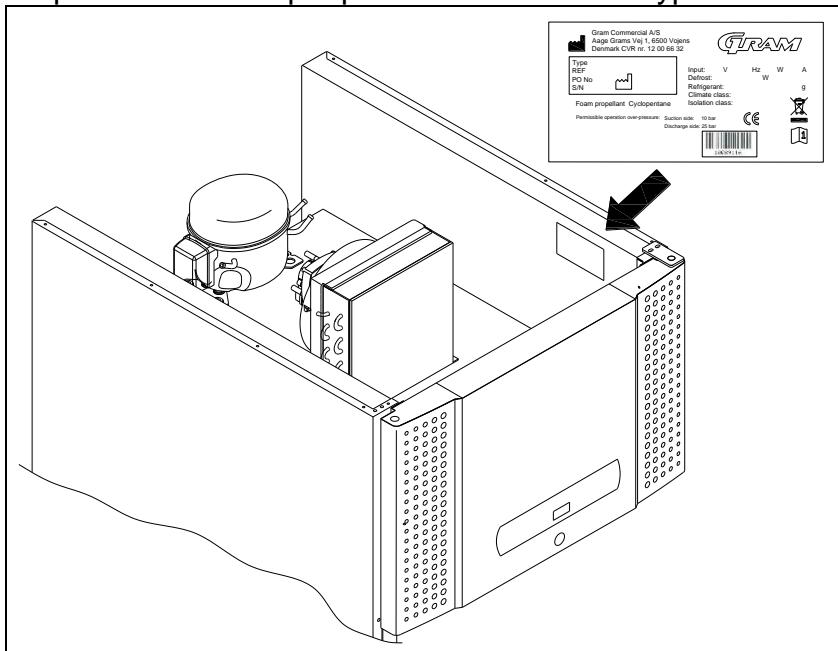
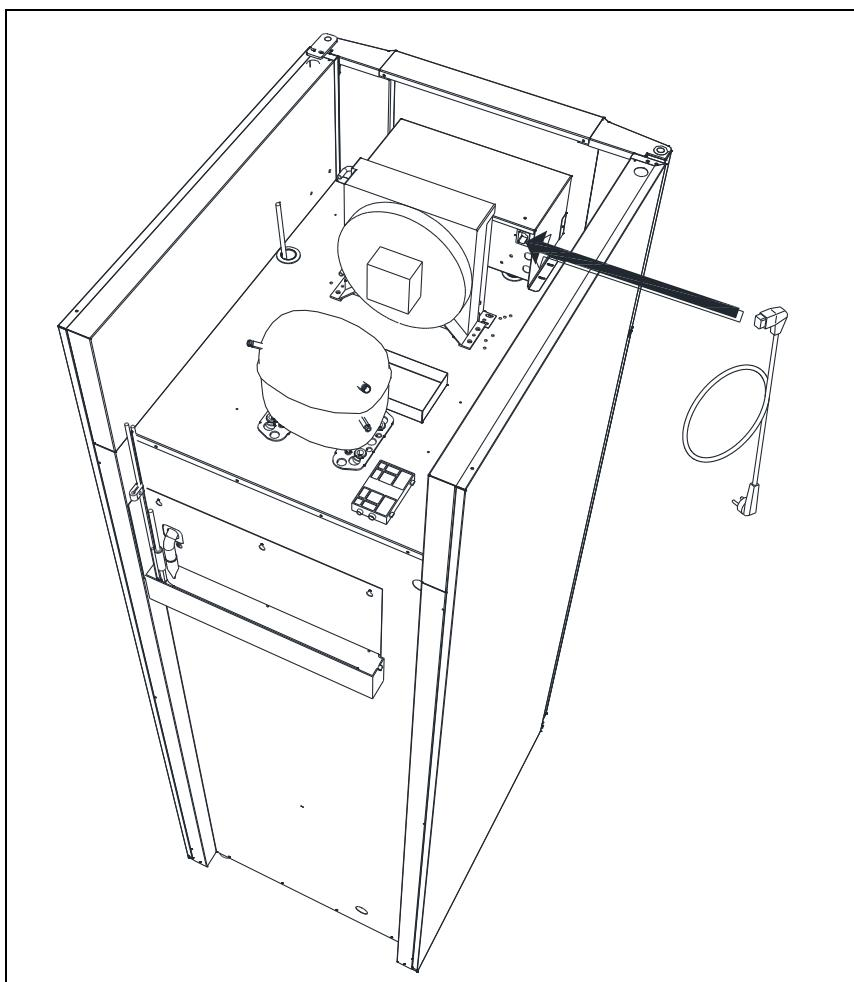

Fig. 9
Fig. 6.
- ⚠️** Sluit de koelkast uitsluitend aan op de spanning die is aangegeven op het typeplaatje (zie Fig. 9). Gebruik uitsluitend de meegeleverde kabel voor aansluiting op een wandcontactdoos (zie Fig. 6).